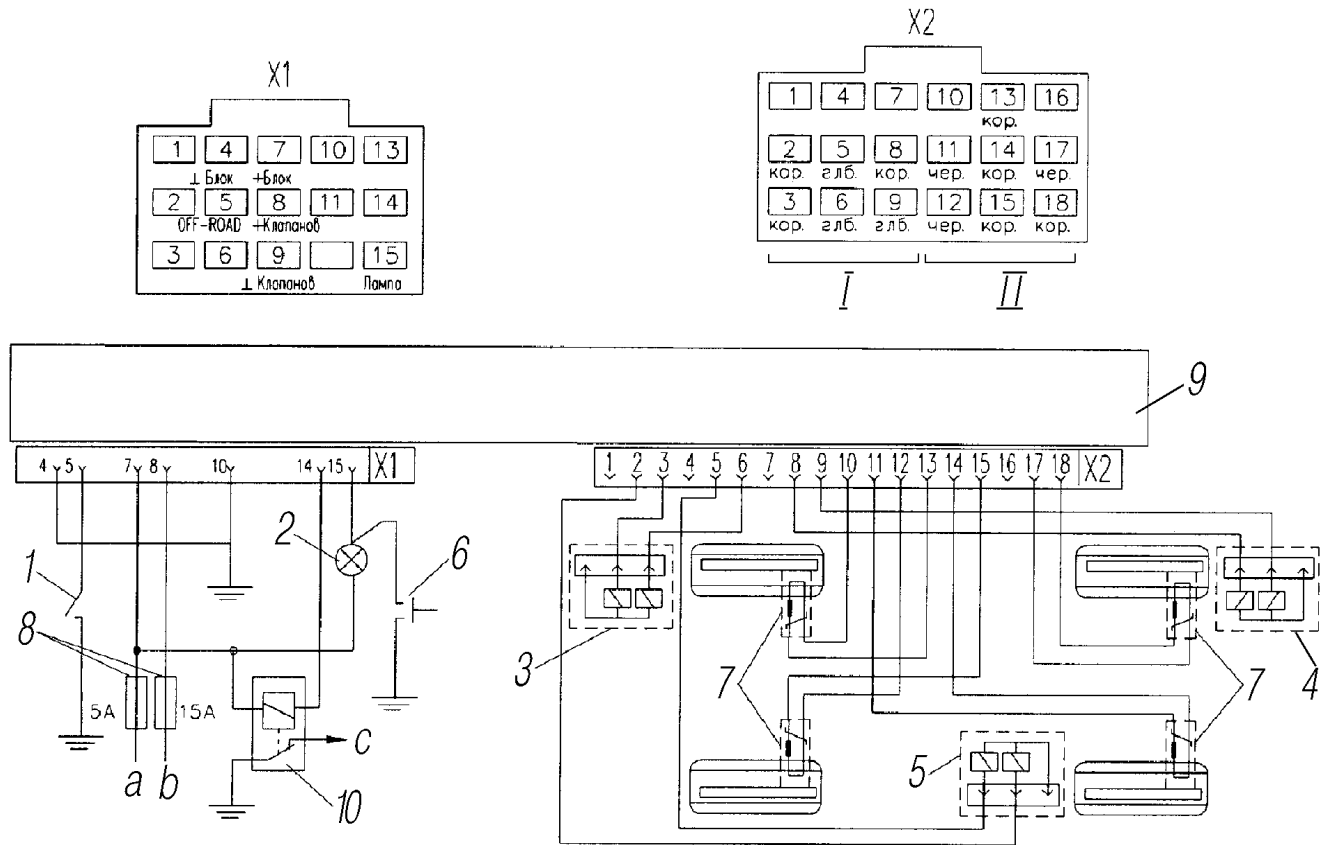

Рис. 43. Схема подсоединения штекерных разъемов блока управления Wabco:
**Электронный блок управления (ЭБУ)** является основной частью антиблокировочной системы. Блок управления размещен в кабине водителя на распорке панели приборов. Блок служит для обработки сигналов, поступающих с датчиков угловой скорости, выдачи управляющих сигналов на модуляторы, реле отключения электромагнитного клапана вспомогательного тормоза и контрольной лампы, а также для диагностики элементов системы. Электрические схемы подключения компонентов к блоку управления показаны на рис. 43 и 44.